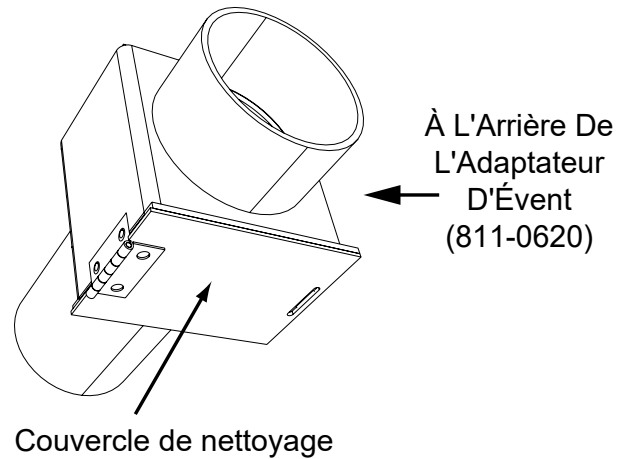

Figure 23.2 – Adaptateur de ventilation arrière
1. Enduisez la sortie d'air de 76 mm (3 po) d'une couche de silicone haute température. Ne pas mettre de silicone à l'intérieur du tuyau (**Figure 23.2**).